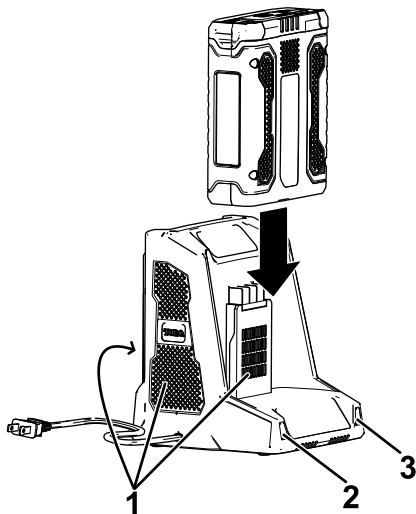

Bild 8
5. Schieben Sie das Akkupack in das Ladegerät, bis es einrastet (Bild 8).